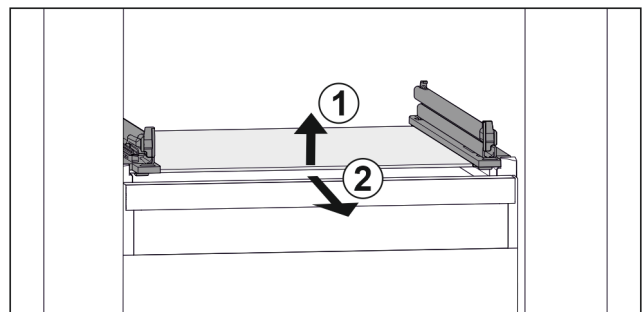

Fig. 37 Voorbeeldweergave van glasplaat
- ▶ Glasplaat aan de voorkant optillen. Fig. 37 (1)
- ▶ Glasplaat naar voren toe verwijderen. Fig. 37 (2)